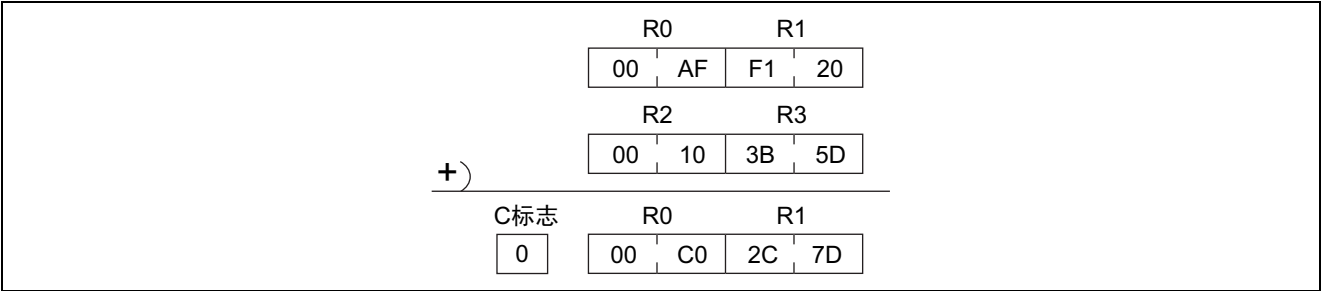

图 13-3 不使用高位的加法例子
(1) 如图 13-3，如果不使用高位，就必须将它置“0”。如果不置“0”，因为进行含有被设定在高位的不定数据的加法运算，所以就得不到正确的加法结果。